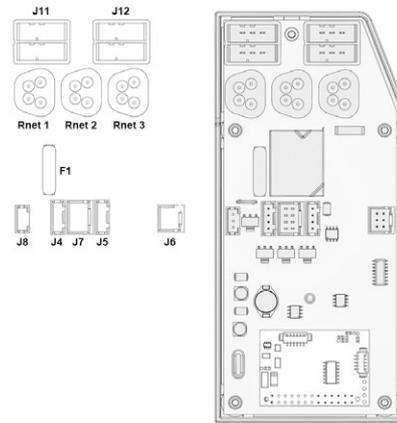

Abbildung 81. ICS-Hauptmodul
4. Verkabelung der AP Sitzhöhenverstellung an das ICS Master Modul anschließen. Sie soll an einen der Kontakte J11 oder J12 angeschlossen sein. Siehe Abbildung. 81.